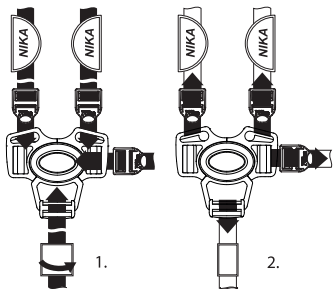

Рис. 2 Крепление ремней безопасности
- закрепить боковые страховочные ремни, используя пряжки (см. рис. 2);
5.1. Во избежании травм, связанных с выпадением ребенка из коляски, всегда используйте ремень безопасности (см. рис. 2), страховочное ограждение для ребенка (бампер).